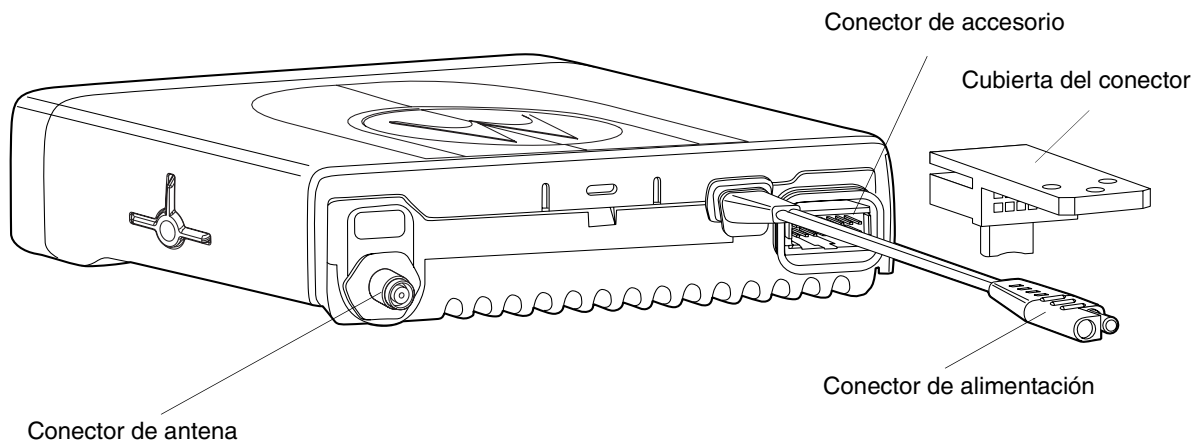

Figura 4-1. Conexiones en la parte posterior del radio
El conector de accesorio ubicado en la parte posterior del radio (ver Figura 4-1) permite conectar los diferentes accesorios requeridos para la instalación.
2. Conecte el conector del cable de la antena al conector de antena del radio, ubicado en la parte posterior del radio. (Ver Figura 4-1).
3. Para concluir la instalación del radio, enchufe el cable de alimentación en el conector de alimentación del radio. (Ver Figura 4-1).
1. Realice todas las conexiones necesarias en el radio (alimentación, antena y conector de accesorio) como se muestra en la Figura 4-1.